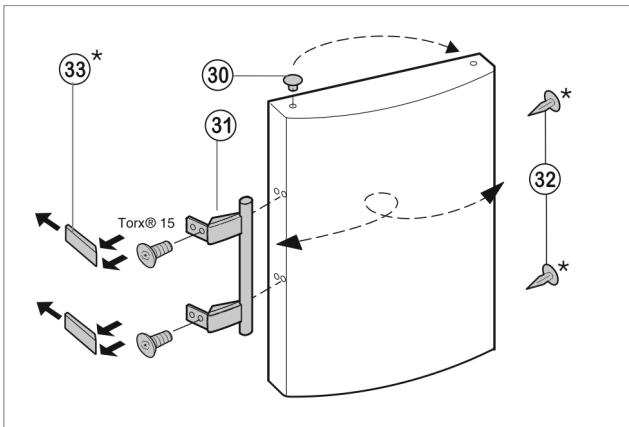

Fig. 9
- Retire el tapón Fig. 9 (30) del casquillo de cojinete de la puerta y cámbielo de sitio.
- Desmonte el tirador de la puerta Fig. 9 (31), los tapones Fig. 9 (32) y las placas de presión Fig. 9 (33) y cámbielos al lado opuesto.